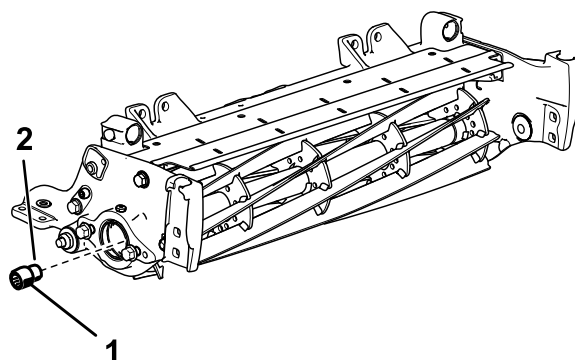

Figura 3
6. Retire os adaptadores estriados existentes de cada extremidade do eixo do cilindro utilizando a ferramenta do veio de transmissão do cilindro (Peça n.º TOR4112 para o cilindro de 12,7 cm e peça n.º TOR4074 para o cilindro de 17,8 cm). Consulte *Figura 3*.